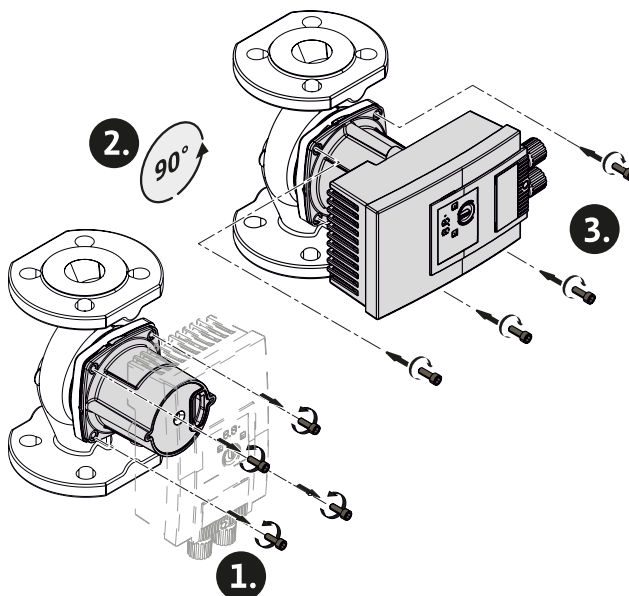

Fig. 5: Выверка электродвигателя
2. Ослабить головку электродвигателя и осторожно повернуть → Fig. 5.